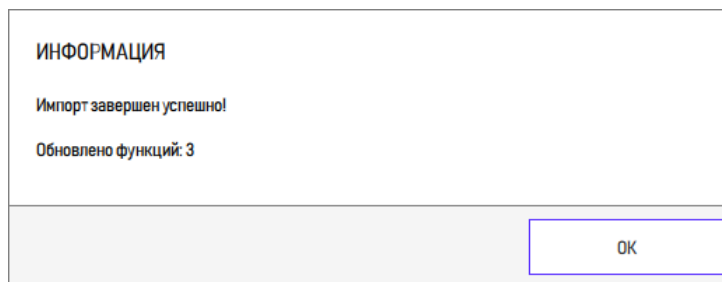

Рисунок 188 – Сообщение о завершении импорта
4) По завершении импорта выводится информационное сообщение (рисунок 188). Нажать кнопку «ОК» для его закрытия.